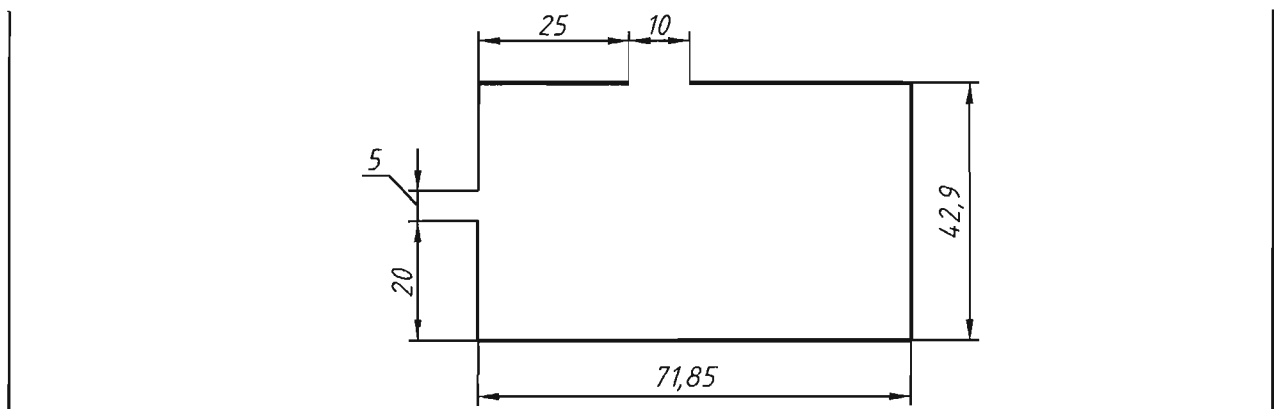

Рис. 5.2. Прямоугольник с разрывами в заданных точках
5.2.2. Вставить разрывы в стороны прямоугольника по приведенной схеме. Нанести размеры (рис. 5.2).